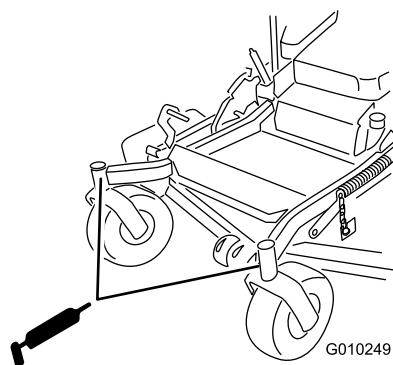

Figura 39
9. Retire el adaptador de engrase del punto de engrase. Instale el tapón hexagonal y la tapa (Figura 39).